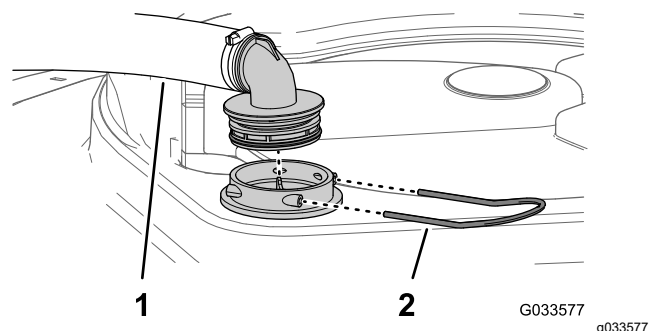

Figura 51
2. En la parte superior del depósito de fumigación, retire la horquilla de retención que sujeta el acoplamiento que está conectado a la manguera grande y al alojamiento del filtro (Figura 51).
3. Retire la manguera y el acoplamiento del alojamiento del filtro (Figura 51).